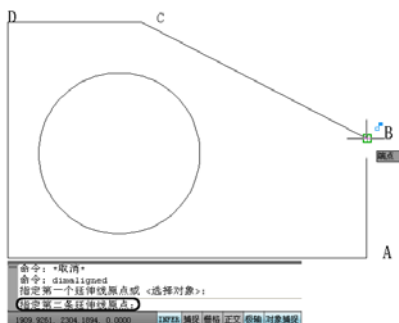

图 9.62 拾取点 B
(1) 在【标注】选项卡中选择  按钮。
(2) 在绘图窗口中拾取点 B, 命令行将发出相应的命令, 如图 9.62 所示。